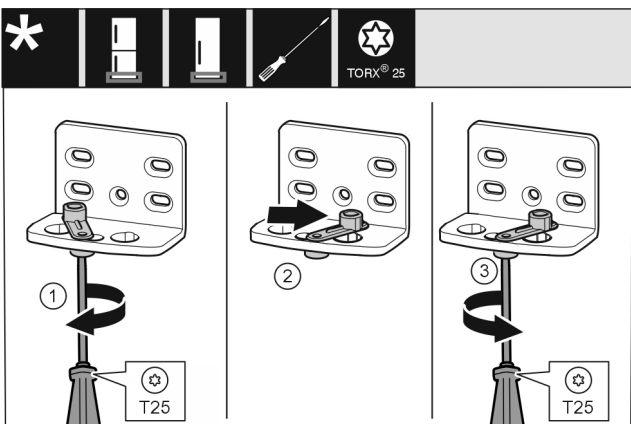

Fig. 17 \*
- Schraube Fig. 17 (1) mit Schraubendreher lose schrauben.\*
- Türschließhilfe Fig. 17 (2) anheben und um 90° nach rechts in Bohrung drehen.\*
- Schraube Fig. 17 (3) mit Schraubendreher festschrauben.\*